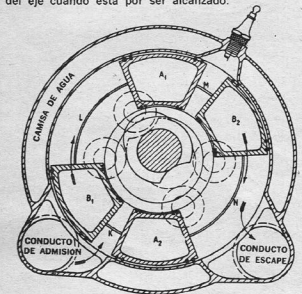

FIGURA 3
Los detalles de este proceso no se ven claramente en el esquema y no han sido dados a conocer. En la figura 3, por ejemplo, los pistones diametralmente opuestos A1 y A2, son mantenidos fijos oportunamente (se trata en definitiva de una especie de rueda libre, que impide la rotación en sentido contrario al de las agujas del reloj), mientras que los pistones B1 y B2, bajo el efecto de la expansión de la mezcla gaseosa que se encuentra en la cámara de la buja (M), avanzan, rotando en sentido dextrógiro, de modo que en la cámara N se produce el escape, en la K la aspiración y en la L la compresión de la mezcla anteriormente aspirada.